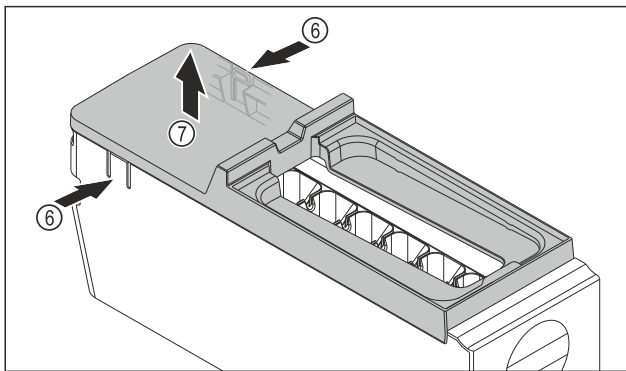

Fig. 294
- ▶ Abdeckung des EasyTwist-Ice-Korpus entnehmen: Laschen Fig. 294 (6) an den beiden Seiten des EasyTwist-Ice-Korpus mit einer Hand drücken.
- ▶ Abdeckung Fig. 294 (7) mit der anderen Hand nach oben entnehmen.